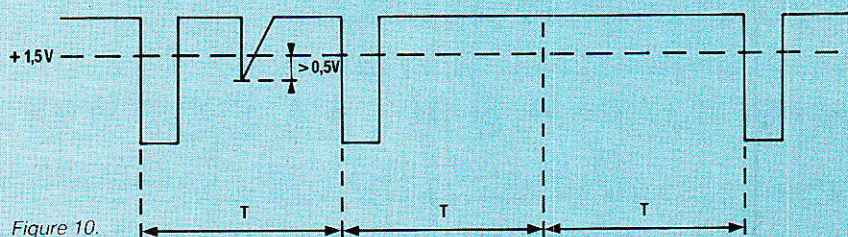

Figure 10.
- Pic négatif supérieur à 0,5 V sous le niveau de prépolarisation de la pin 2 durant le **premier** intervalle T : mot complet rejeté (**figure 10**).